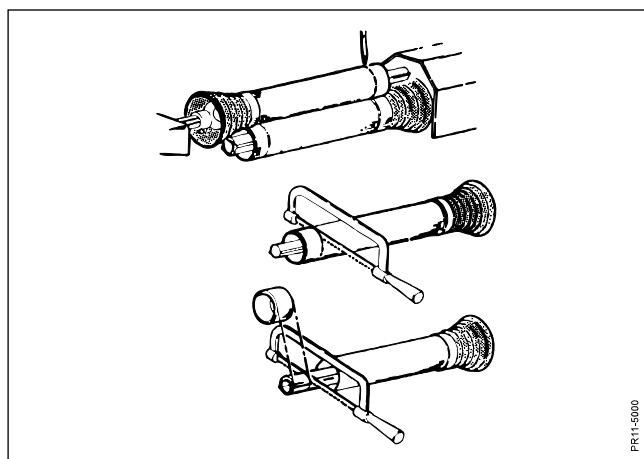

Fig. 2-17
**Fig. 2-17** Vær opmærksom på at der ved afkortning tages lige meget af alle 4 rør. Husk at afgrate de afkortede ender, rengør for snavs og spåner, og indfedt profilrørene før KO-akslen samles igen.